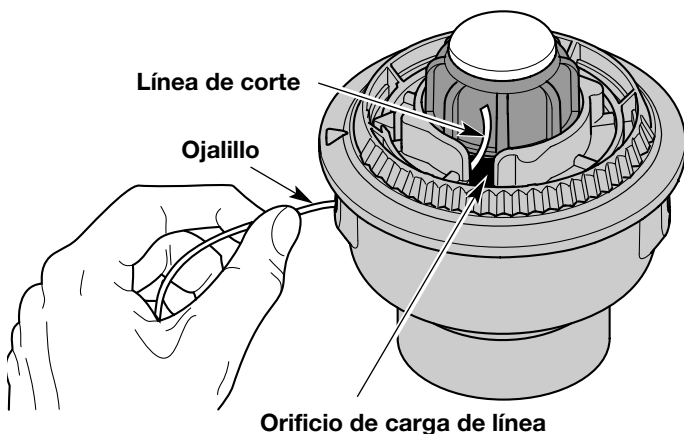

Fig. 16
3. Saque la línea vieja por los orificios de carga y de cierre de línea (Fig. 16 y 17).
4. Inserte una pieza de línea de corte dentro de uno de los ojalillos de la bobina exterior. Páselo hacia arriba a través del orificio de carga del carrete interior (Fig. 16). No doble la línea al insertarla en el ojalillo.